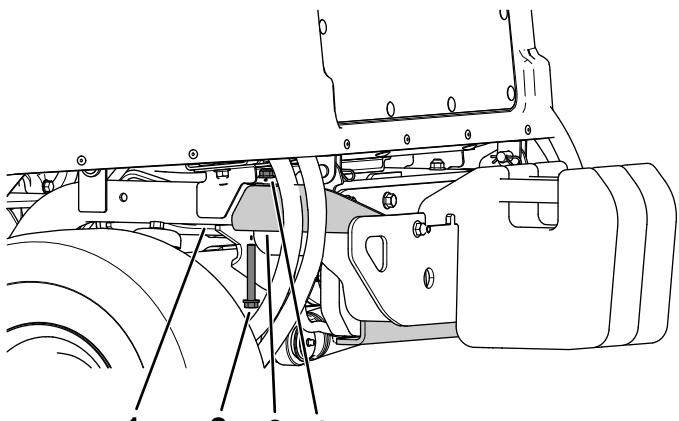

Figure 21
- Retirez le boulon à embase ($\frac{3}{8}$ " x $2\frac{3}{4}$ ") et l'écrou à embase ($\frac{3}{8}$ ") qui fixent chaque côté du pare-chocs aux tubes de cadre arrière (Figure 21).